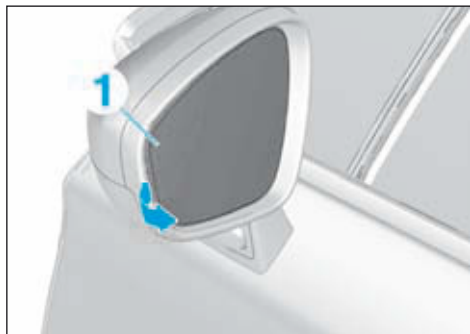

FIG.68
- Orienter au maximum vers l'intérieur la glace de rétroviseur (1) (Fig.68).